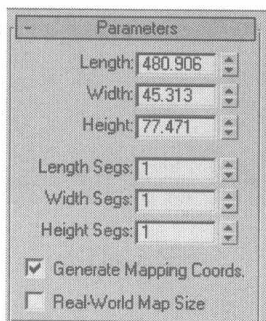
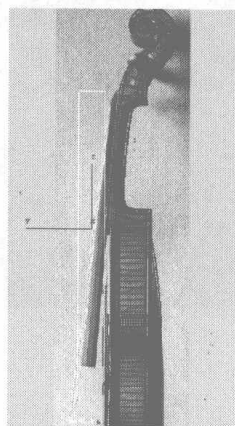

图 5.299
图 5.300
- 10** 接下来制作琴头后面的直板模型。在  创建面板的  区域, 选择 **Standard Primitives** 类型, 单击 **Box** 按钮, 在视图中创建一个立方体模型, 在 **Parameters** 卷展栏中设置如图 5.299 所示参数, 模型显示如图 5.300 所示。单击右键, 在弹出的快捷菜单中选择 **Editable Poly** 选项, 将模型塌陷成可编辑多边形。